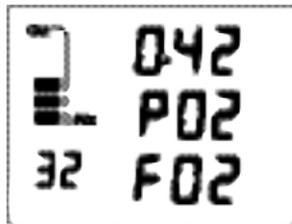

Fig. 69 - INMERSIÓN NORMAL ALT 2
**INMERSIÓN NORMAL ALT 2 (para Nitrox); ésta es la información mostrada (Fig. 69):**